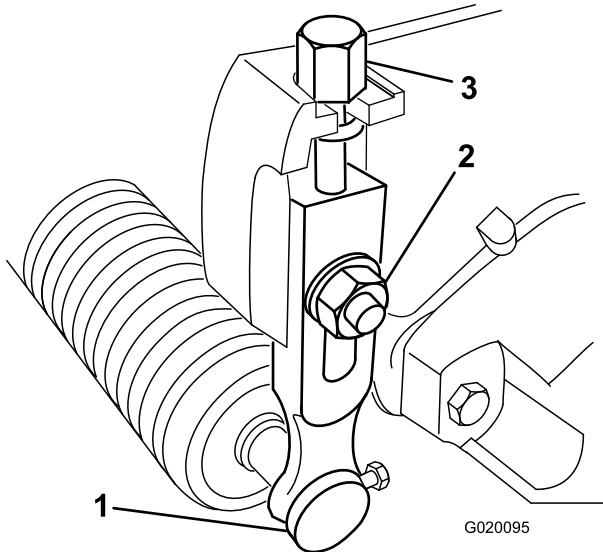

Figura 8
1. Allentate i dadi di bloccaggio che fissano i bracci di regolazione dell'altezza di taglio sulle piastre laterali dell'apparato di taglio (Figura 8).